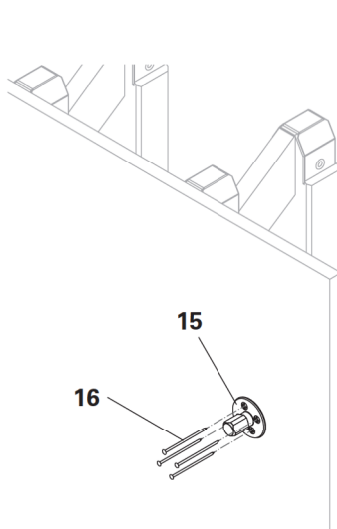

Fig. A2.16
1. Fissare la piastra di predisposizione M24 (**15**) nel punto contrassegnato con 4x chiodi 3 x 80 (**16**). (Fig. A2.16)